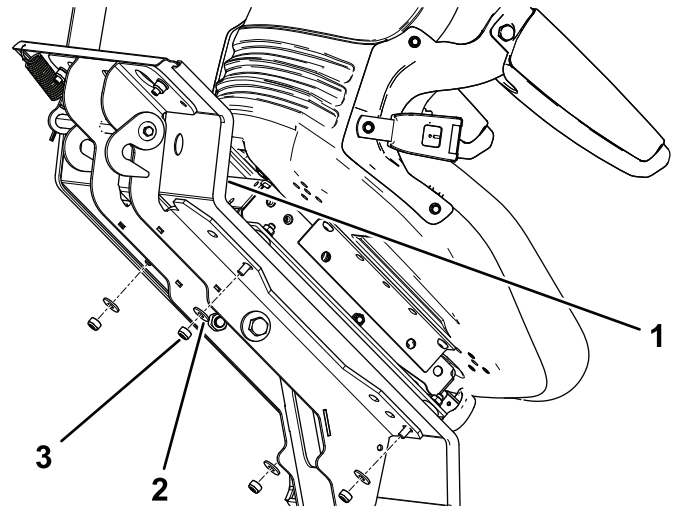

Bild 5
2. Stützen Sie den Sitz ab und entfernen Sie die vier Scheiben (8 mm) und vier Sicherungsmuttern (8 mm), mit denen der Sitz an der Sitzplattform befestigt ist (Bild 5).